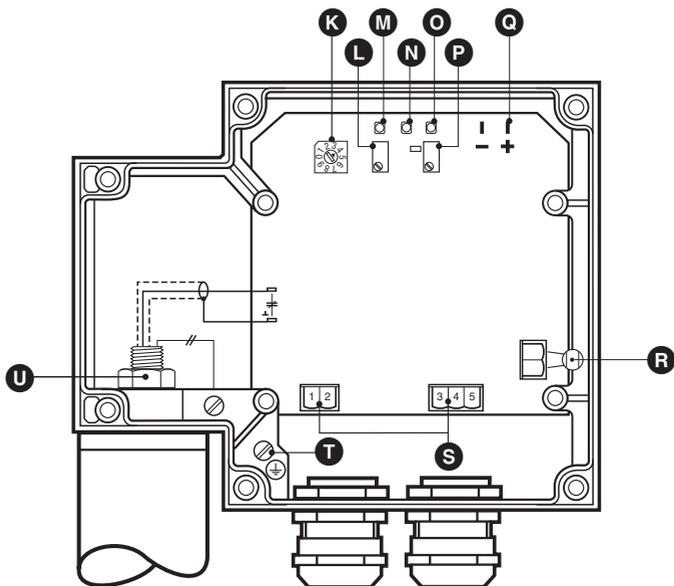

Fig. 8
3. Desserrer l'écrou **U** avec une clé plate de 17. Ne pas dévisser ! **Fig. 8**